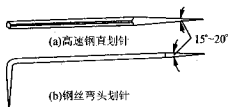

图 1-2-5 划针
(3) 划针(见图1-2-5)用来在工件上划线条,是用弹簧钢丝或高速钢制成的,直径一般为 $\phi 3 \sim 5\text{mm}$,尖端磨成 $15^\circ \sim 20^\circ$ 的尖角,并经热处理淬火使之硬化。有的划针在尖端部位焊有硬质合金,耐磨性更好。